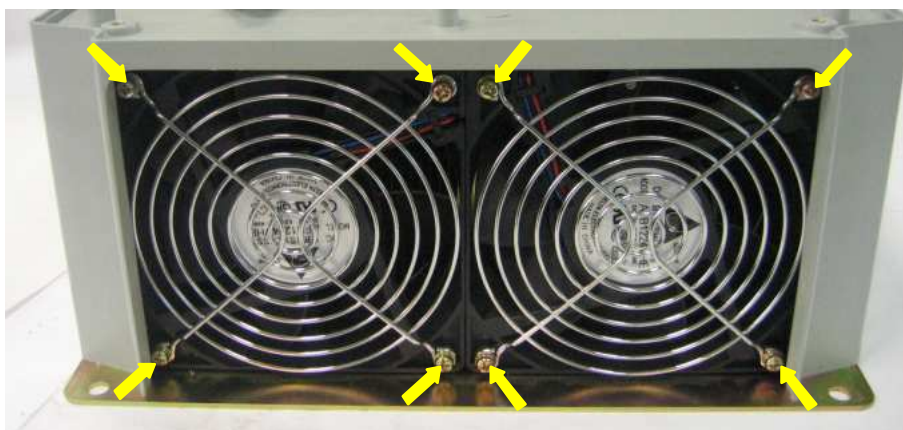

Рис. 7.15
7.8.3. Установить защитные решетки и зафиксировать их вместе с вентиляторами восемью винтами (рис. 7.15, желтые стрелки).